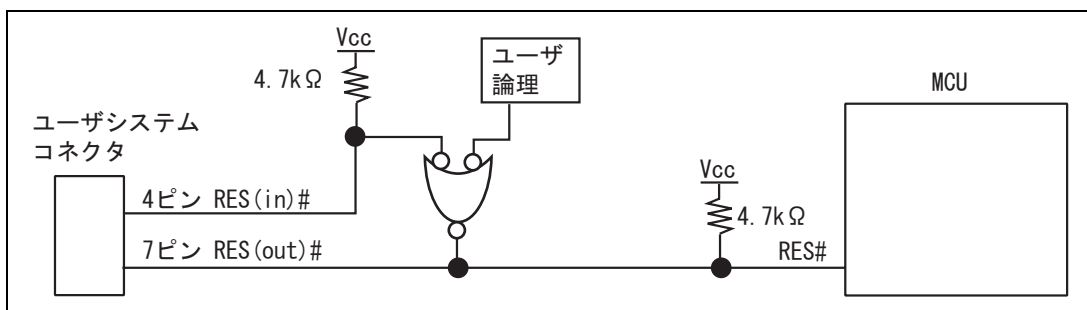

図 1.6 RES#端子の結線
- ユーザシステムコネクタの4ピンのRES(in)#端子はE10A-USBエミュレータがMCUに対して出力する信号線です。ユーザ論理のリセット回路と4ピンのRES(in)#端子を図1.6のようにして、MCUのRES#端子に結線してください。また、ユーザシステムコネクタの7ピンのRES(out)#端子はE10A-USBエミュレータがMCUのRES#端子をモニタする信号線です。プルアップの上、ユーザシステムコネクタの7ピンに結線してください。